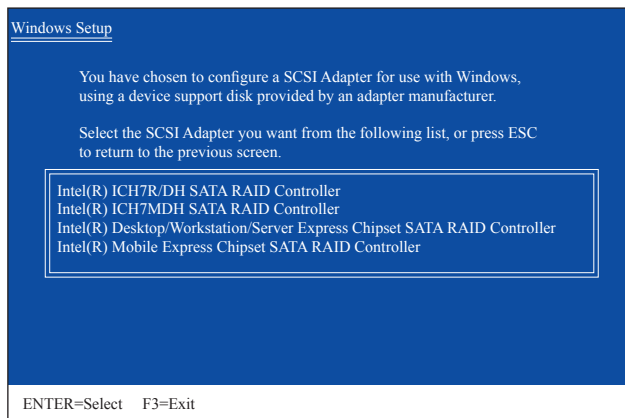

図 4
SATA RAID/AHCIドライバを含むフロッピーディスクを挿入し、<Enter>を押します。次に、以下の図 4 のようなコントローラメニューが表示されます。**Intel(R) Desktop/Workstation/Server Express Chipset SATA RAID Controller** を選択し、<Enter>を押します。AHCIモードの場合、キーボードの矢印キーを使用して **Intel(R) ICH10R SATA AHCI Controller** アイテムにスクロールし <Enter> を押します。